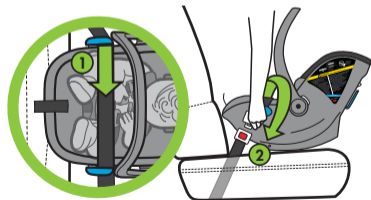

Figure 68
- Faites passer la ceinture sous-abdominale dans les deux guides de ceinture DUA/sous-abdominale bleus (1) et bouclez la ceinture du véhicule (2) comme indiqué à la **Figure 68**.